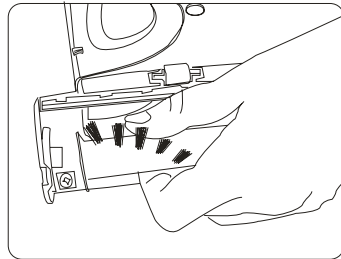

Fig. 16
6. Tirez la barre de la brosse hors de la bague et glissez-la ensuite hors de la courroie pour la retirer. (Fig. 16)
7. Insérez la nouvelle barre de la brosse en insérant d'abord la barre dans la bague au côté opposé de la courroie d'entraînement. (Fig. 16)